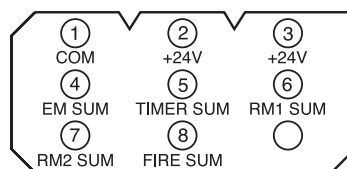

Рисунок 2
4. Подключите разъем EMG/PANEL ECS-616 (см. рисунок 2) к разъему MATRIX EP-616 (или PG-604) с помощью кабеля, входящего в комплект EP-616 (PG-604).